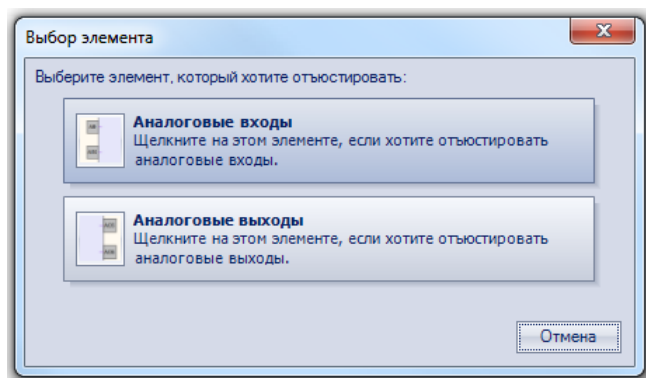

Рисунок 8.2 – Меню юстировки
2. Запустить OwenLogic и выбрать в меню пункт «Прибор» → «Юстировка входов/выходов» для запуска мастера юстировки. В диалоговом окне «Выбор элемента» выбрать пункт «Аналоговые входы» (см. рисунок 8.2).